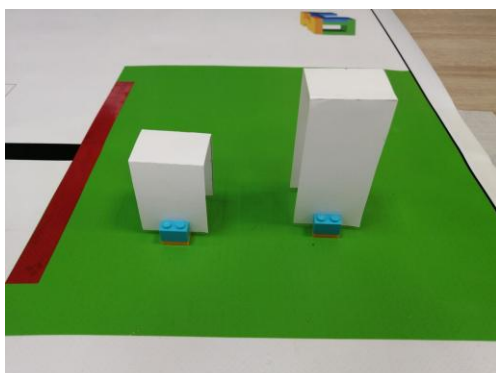

Рис.9
**ОБЪЕКТЫ** – вырезаем 2 прямоугольника из картона или бумаги формата А4 двух размеров: рекомендуемая высота низкого объекта 3 - 5 см, высокого – 7-10 см (см. рис.9, 10). Ширина объектов не менее 3 см. С помощью сгибов сделать из полосок букву «П», разной высоты, с одинаковым размером средней части каждого объекта.